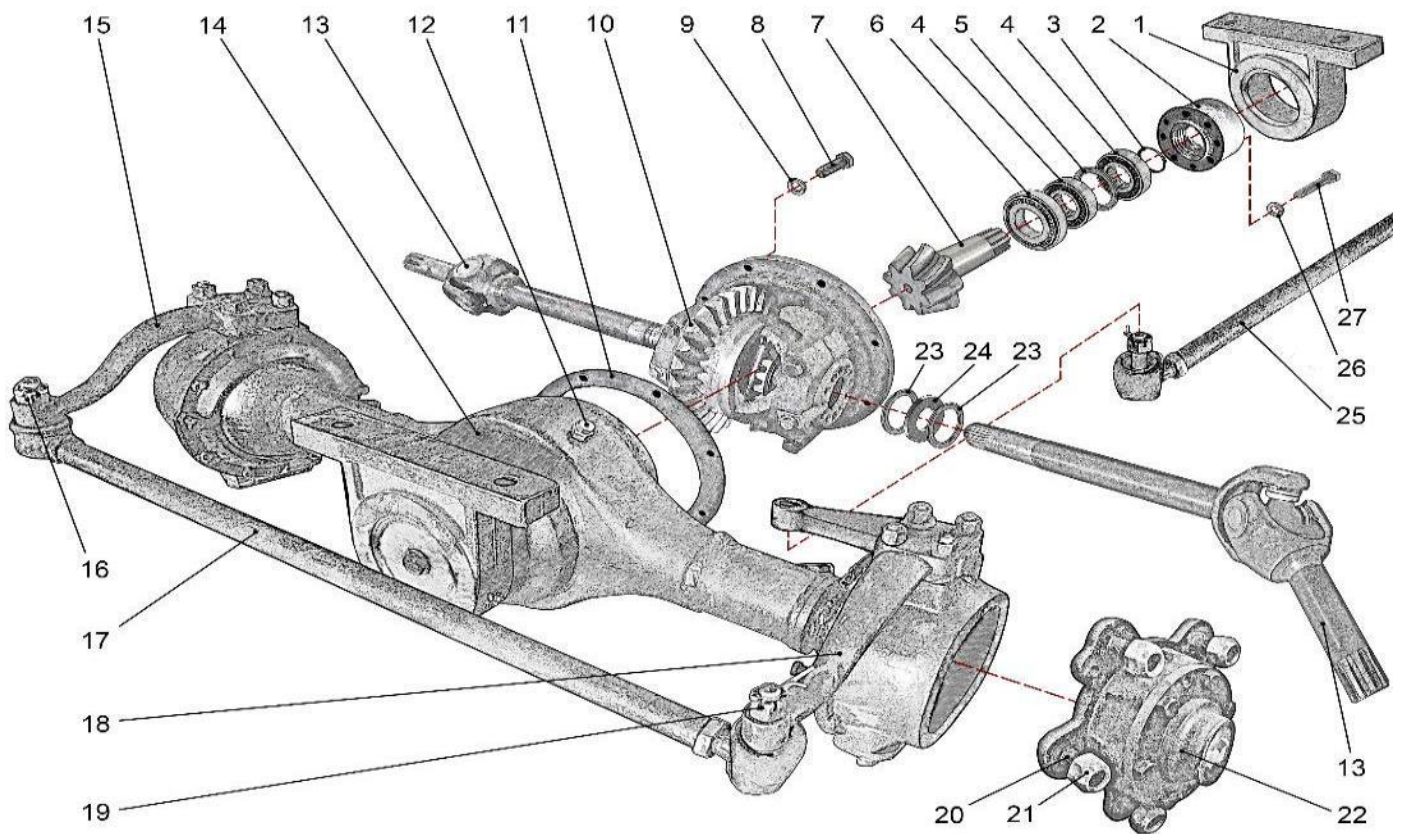

Рис. 8.1 Передний ведущий мост
8.2.1 Передний ведущий мост (см. Рис. 8.1) состоит из узла ведущей шестерни, дифференциала, шарнирных полуосей, конечных поворотных узлов крепления колёс, корпусных узлов и рулевых тяг.